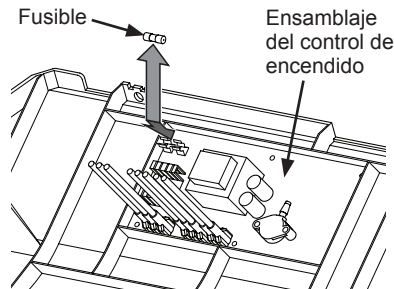

Figura 20 - Reemplazo del fusible
- Retire el fusible de los sujetadores (consulte la figura 20).